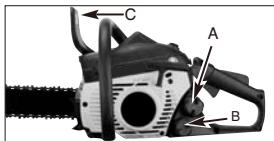

Fig. 7
1. Fyld benzintanken (A) op, med den korrekte brændstofblanding. (Fig. 7).
2. Fyld oliestanken (B) op med den korrekte kæde- og sværdolie. (Fig. 7).
3. Sørg for at kædebremsen er aktiveret (C), før du starter enheden (Fig. 7).